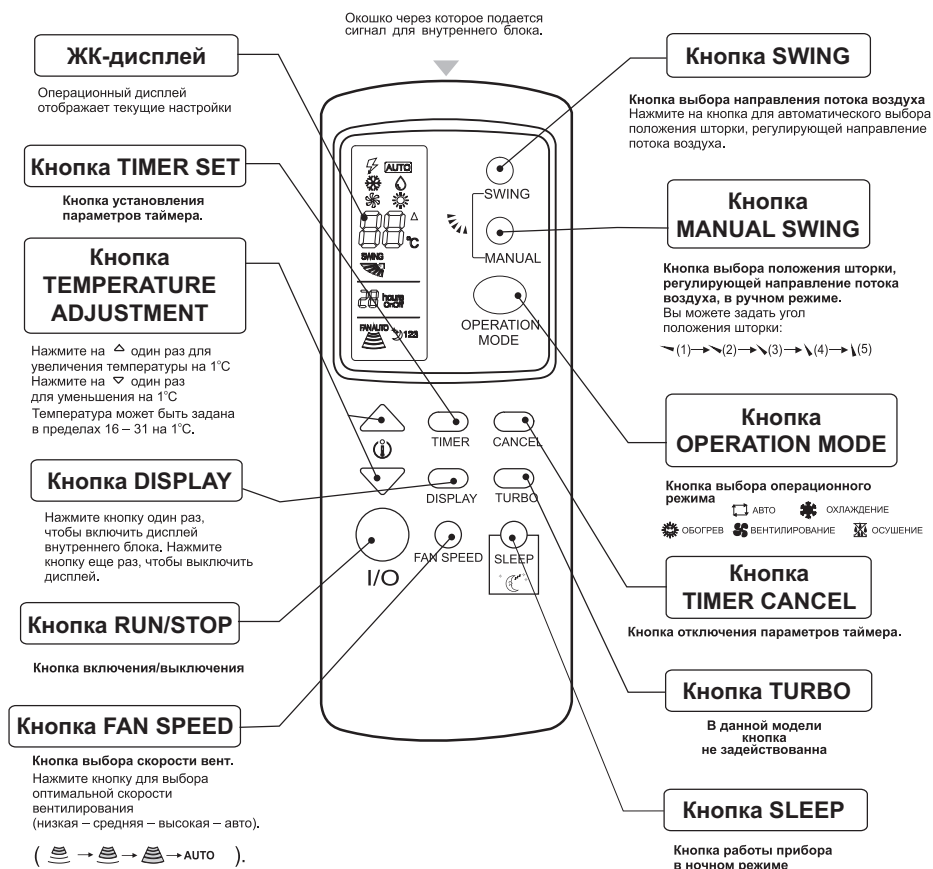

Рис. 7.2
7.2.1 Для управления кондиционером применяется ИК-пульт рис. 7.2.
7.2.2 Комментарии к пульту и знаки индикации рис. 7.2.